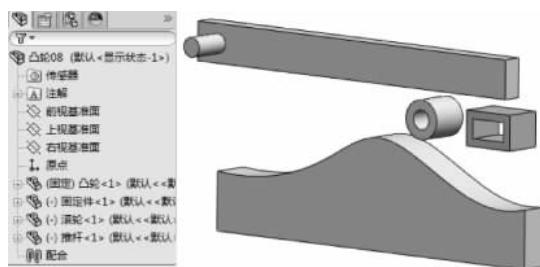

图 3-30 完成插入零件
- (3) 单击【装配体】工具栏中的【插入零部件】按钮 , 弹出【插入零部件】属性管理器, 将装配体所需的所有零件放置在图形区域中, 如图 3-30 所示。